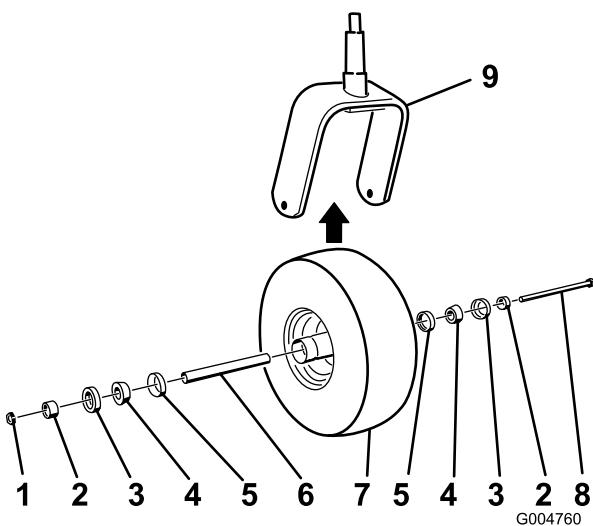

Bild 50
2. Entfernen Sie die Sicherungsmutter von der Schraube, mit der das Laufrad an der Gabel befestigt ist (Bild 50).
5. Montieren Sie das Laufrad, indem Sie die konischen Lager und Dichtungen, die mit Fett gefüllt sind, in die Radnabe drücken, siehe Bild 50 für die Positionierung.